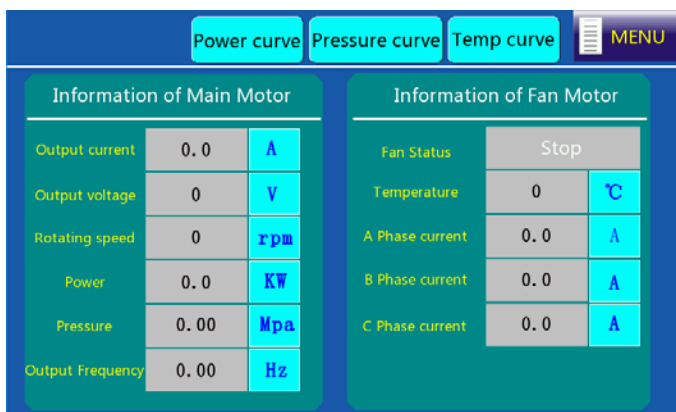

Рис. 4-13 Интерфейс работы
9. Выберите "Информация о запуске" в меню. Отображается интерфейс, показанный на рис. 4-13.